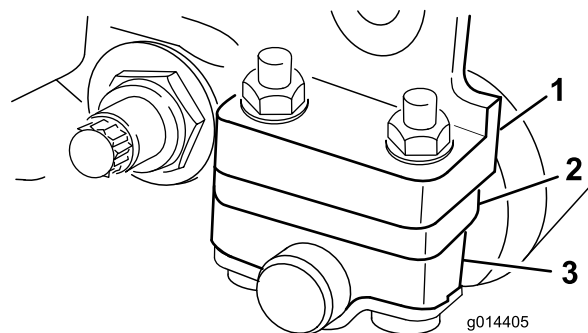

Figura 12
1. Reglați consolele rolei posterioare la intervalul înălțimii de tăiere dorite, poziționând numărul necesar de distanțiere sub flana de montare a plăcii laterale (Figura 12) conform Diagrama de selectare a înălțimii de tăiere i a contracuitului (Pagină 15).